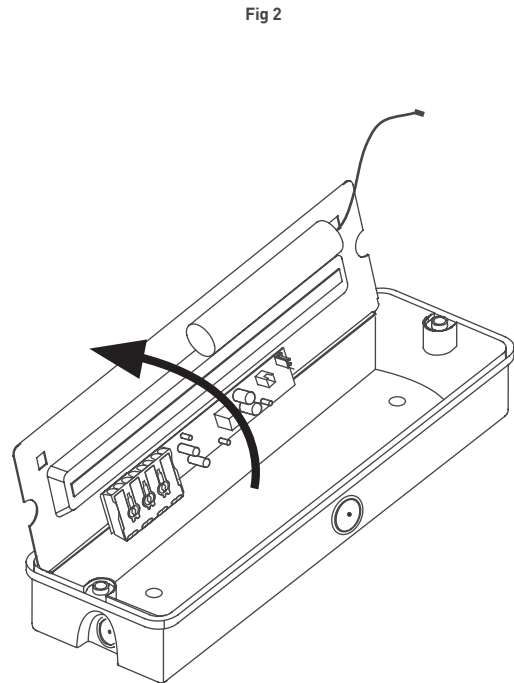

Fig 2
3. Open gear tray, release the clip marked with arrow (see Fig2).
3. Ouvrez le plateau amovible, desserrez le clip marqué d'une flèche (voir Fig2).
3. Öffnen Sie den Geräteträger, lösen Sie den mit einem Pfeil markierten Clip (s. Abb. 2).